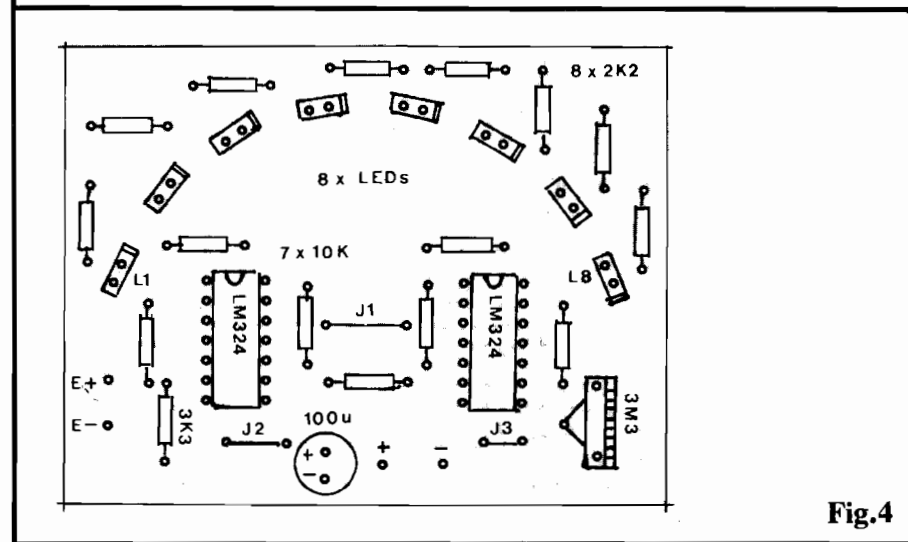
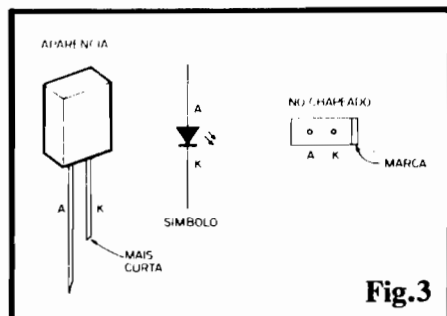

Fig. 4
Fig. 3
- FIG. 3 - DETALHANDO OS LEDS RETANGULARES E SUA ESTILIZAÇÃO NO "CHAPEADO"... - Apenas para um "desenho" mais elegante e funcional no arco de 8 LEDs, recomenda-se que estes sejam de formato **retangular** (embora tecnicamente nada impeça que os ditos cujos tenham formato redondo, quadrado, triangular, o que o Leitor quiser...). Para facilitar a interpretação dos próximos desenhos, a figura traz a aparência, pina-
- FIG. 4 - "CHAPEADO" DA MONTAGEM - Os componentes principais, vistos em suas posições definitivas sobre a face não cobreada do Impresso... Observar principalmente as orientações dos dois Integrados (ambos com suas extremidades marcadas viradas para o "arco" dos LEDs...), os LEDs, todos com seus "lados de cathodo" marcados (rever fig. 3) e o capacitor eletrolítico (com sua polaridade de terminais indicada...) Atenção ainda a alguns pontos **importantes**: a presença dos três **jumpers** (simples pedaços de